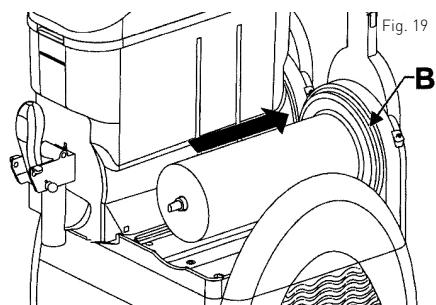

Fig. 19
- Installeer daarna de afdichtingsring van de kom (B) en smeer rond de ring met het meegeleverde smeermiddel, zoals hieronder getoond (zie Fig. 19).